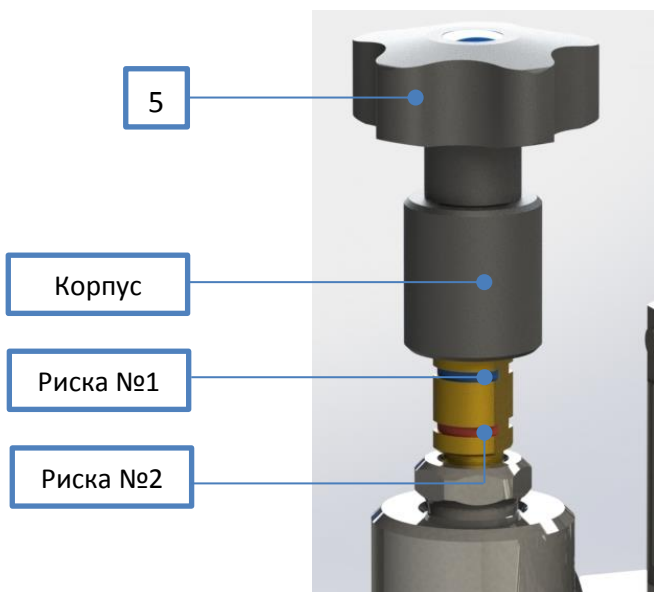

Рисунок 2 – Клапан отсечной
- перевести отсечной клапан (поз. 5) в режим создания давления, путем вращения маховика клапана по часовой стрелке до тех пор, пока не совместится край корпуса маховика с первой риской №1 (рис. 2).
Перевести отсечной клапан (поз. 5) в режим создания давления, путем вращения маховика клапана по часовой стрелке до тех пор, пока не совместится край корпуса маховика с первой риской №1 (рис. 2). Предварительное создание давления в системе осуществляется с помощью поступательных движений рукояткой (поз. 6) насосного блока (поз. 2) и вращения рукоятки (поз. 10) маховика клапана создания давления (поз. 11). По часовой стрелке – давление повышается, против часовой стрелки – давление понижается. Точное создание давление осуществляется отсечным клапаном в диапазоне движений корпуса маховика до риски №1. Положение корпуса маховика выше риски №1 соответствует сбросу давления. При необходимости отсечения насосного блока от рабочей полости приборов, сместите корпус маховика до риски №2. Положение корпуса маховика ниже риски №2 соответствует режиму работы системы без насосного блока. Данный режим необходим при давлении менее 10 МПа при наличии в рабочей среде загрязнений и
Режим работы системы при давлении **более 70 МПа** обусловлен повышенным износом клапанного блока. При давлениях **выше 70 МПа** необходимо отсекаать насосный блок от повышенного давления путем вращения маховика отсечного клапана (поз. 5) по часовой стрелке до тех пор, пока не совместится край корпуса маховика с риской №2 (рис. 2).